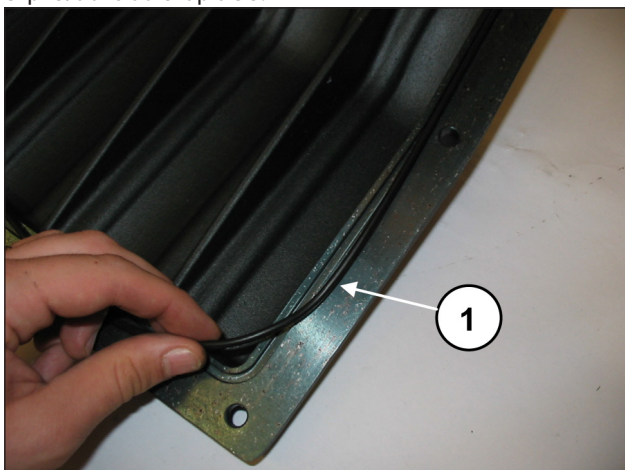
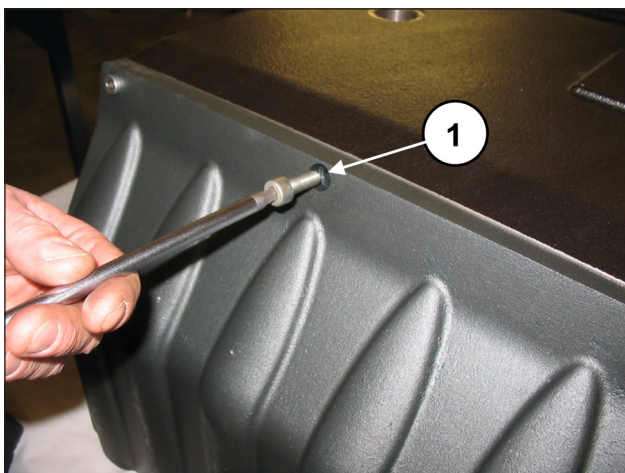

Fig. 91
Fig. 92
Insérer le joint torique dans le couvercle arrière (rep. ①, Fig. 91) et le fixer au carter à l'aide de 10 vis M8x20 (rep. ①, Fig. 92).